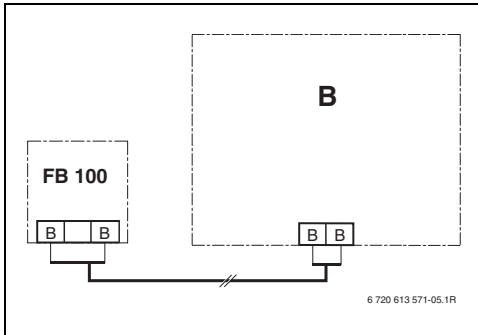

Fig. 9 FB 100 conectado a cualquier dispositivo BUS (B).
- ▶ Realizar la conexión eléctrica (→ fig. 9 de la pág. 12).